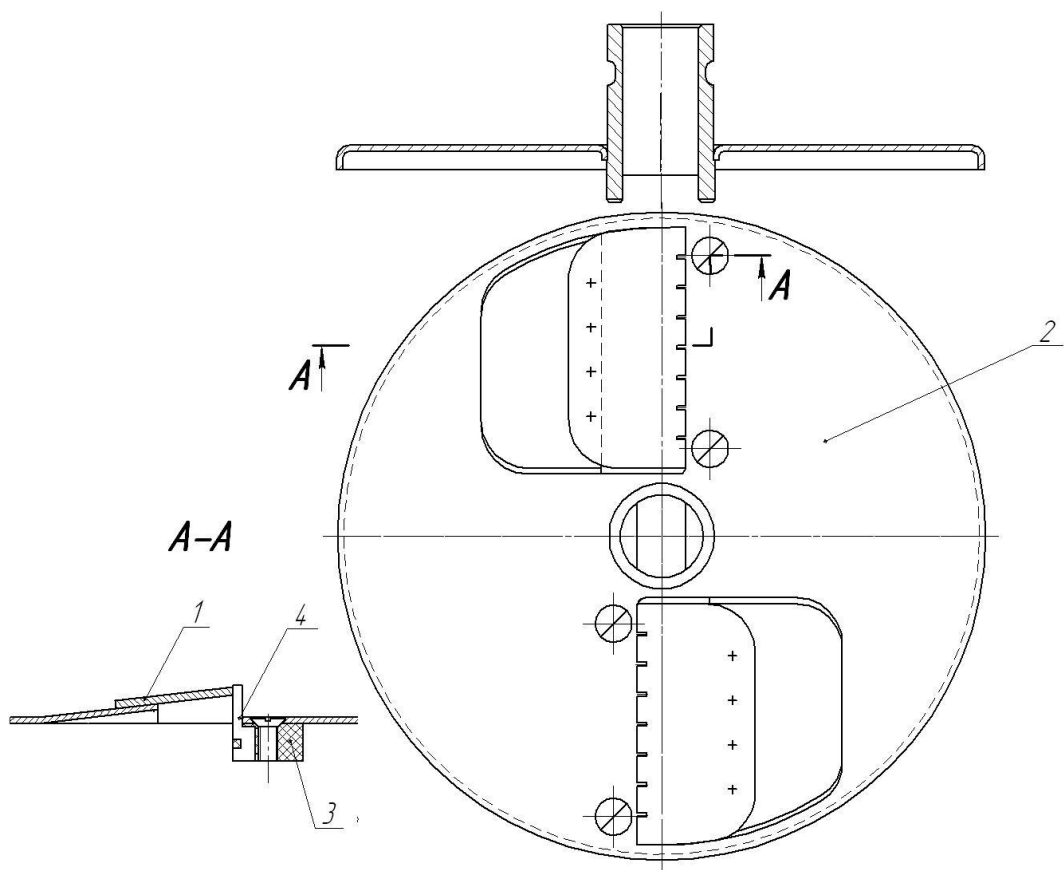

Рисунок 13 – Нож комбинированный 10х10 мм
Рисунок 13а – Диск шинковочный
**Рисунок 13б– Диск 04.16.00 2х2